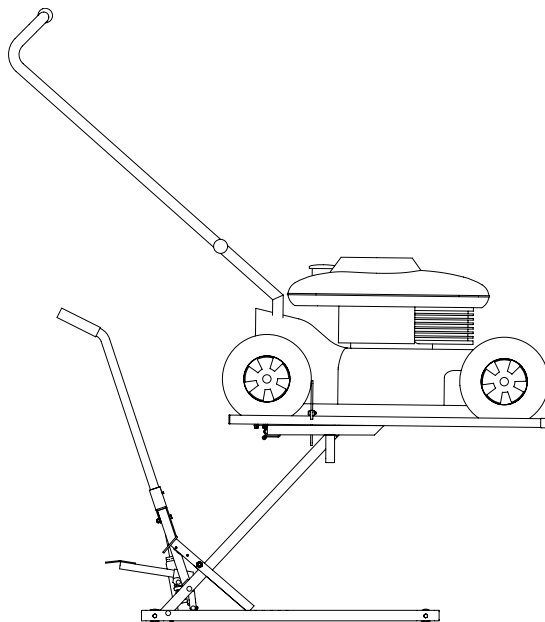

Figure 8 : Position finale de levage
2. Appuyez sur le levier du lève-tondeuse jusqu'au moment d'atteindre la dernière position de verrouillage, où la tondeuse à main est perpendiculaire au sol (voir figure 8).